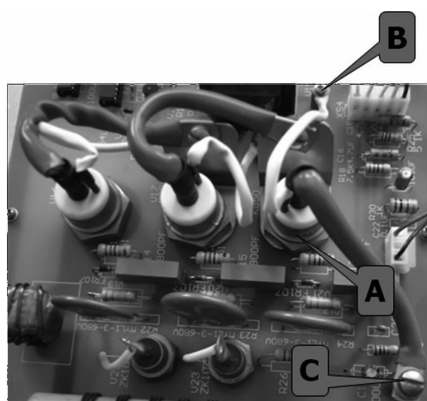

图4 发射机晶闸管实物图
(1) 闸管的阴极与门极(加发射脉冲)如图 4, BC 之间的电阻约 50 Ω 左右,使用普通的万用表直接可以测量。
(2) 晶闸管的阴极与阳极 AB 之间的电阻非常大,基本达到 MΩ 级或无穷大。
需要注意的是测量时需要将 B 和 C 端拆卸下来测量。如图 4 是 L 波段雷达发射机晶闸管实物图。